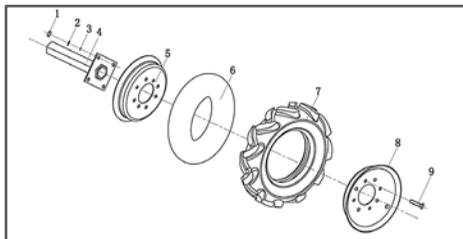

Рис. 3 Установка колеса на Мотокультиватор
5. Установите оси колес на диски с помощью крепежа (Рис. 3).